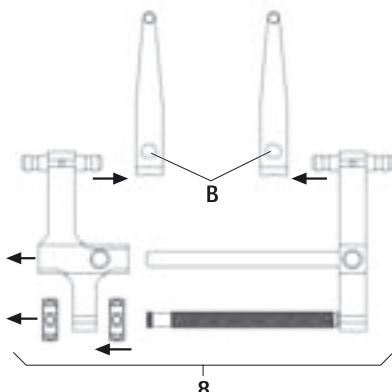

Fig. 3
- Desmontar el distractor 8 y las hojas distractoras, ver Fig. 3: